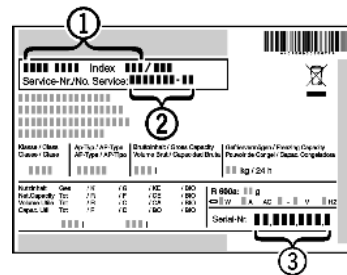

Fig. 52
- ▶ Прочетете от идентификационната табелка означението на уреда Fig. 52 (1), сервизния № Fig. 52 (2) и серийния № Fig. 52 (3). Идентификационната табелка се намира на лявата вътрешна стена на уреда.